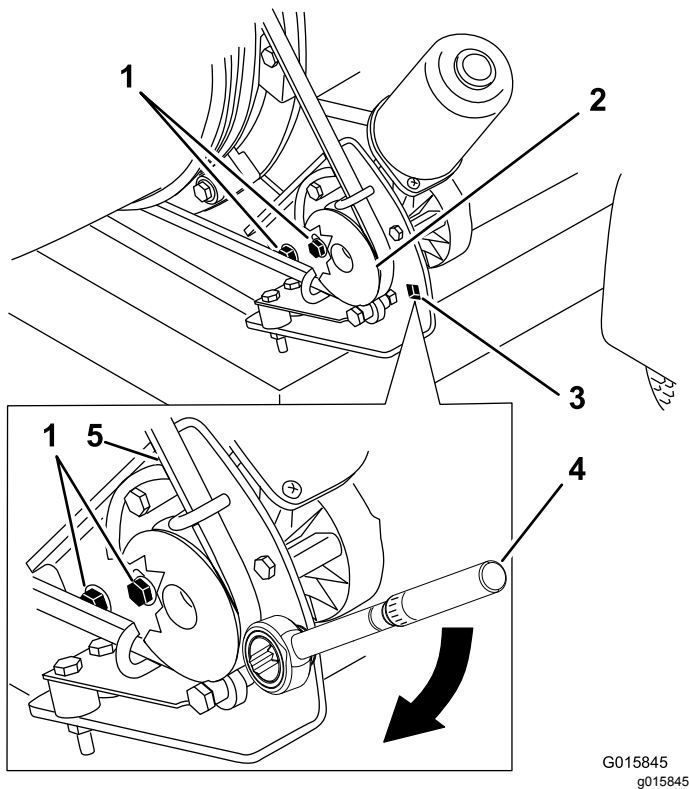

图 27
1. 拧开将皮带轮安装支架固定到吹风机机架上的螺栓图 27。
2. 将扭矩扳手放入皮带轮安装支架图 27。